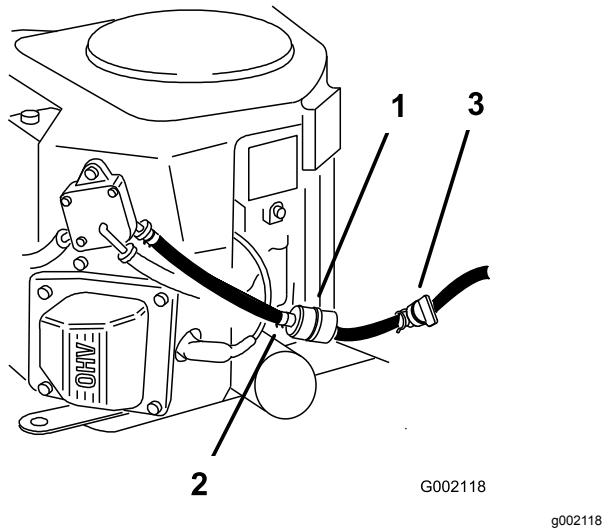

Figura 59
5. Cierre la válvula de cierre de combustible, situada debajo del asiento (Figura 59).
6. Apriete los extremos de las abrazaderas y deslícelas por la manguera alejándolas del filtro (Figura 59).
8. Instale un filtro nuevo y acerque las abrazaderas al filtro (Figura 59).